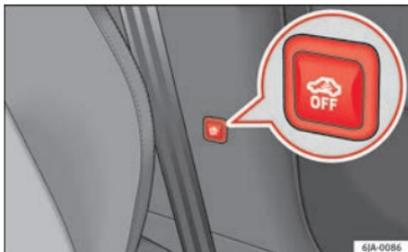

Fig. 125 Touche de la surveillance de l'habitacle et de la protection anti-soulèvement
- Appuyez sur la touche  » **fig. 125** de la colonne centrale ; le symbole rétro-éclairé rouge  situé dans la touche change de couleur et devient orange.